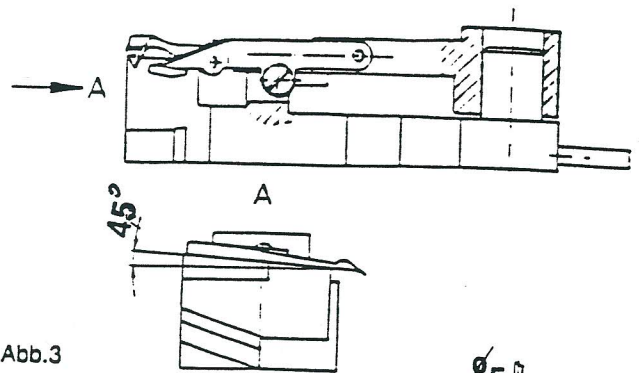

Abb.3
- Untergreifer bis Anschlag in den Untergreiferhalter schieben und mittels Einstelllehre Schrägstellung $4,5^\circ$ einstellen. (Abb. 3)